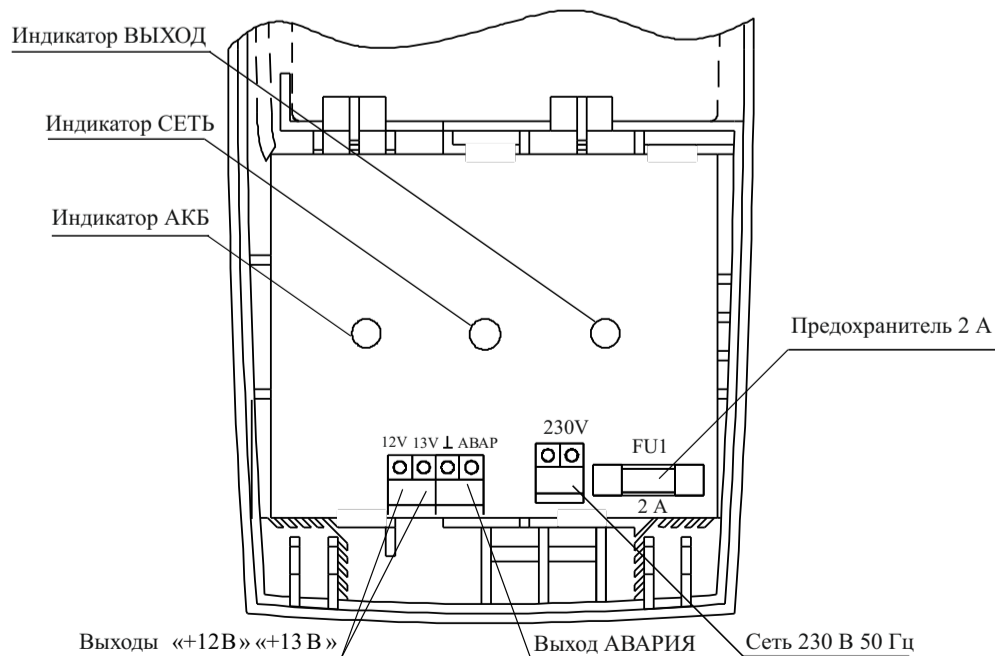

Рисунок 3- Обозначение клемм и места установки предохранителей.
6.4 Подключение соединений производить в следующей последовательности (см. рисунок 3):